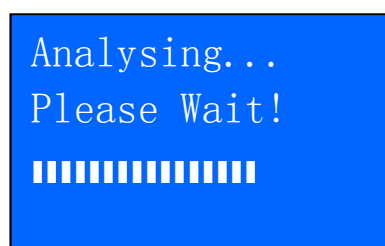

Abbildung 34
6. Drücken Sie erneut , um die Analyse zu starten (Abb. 34):